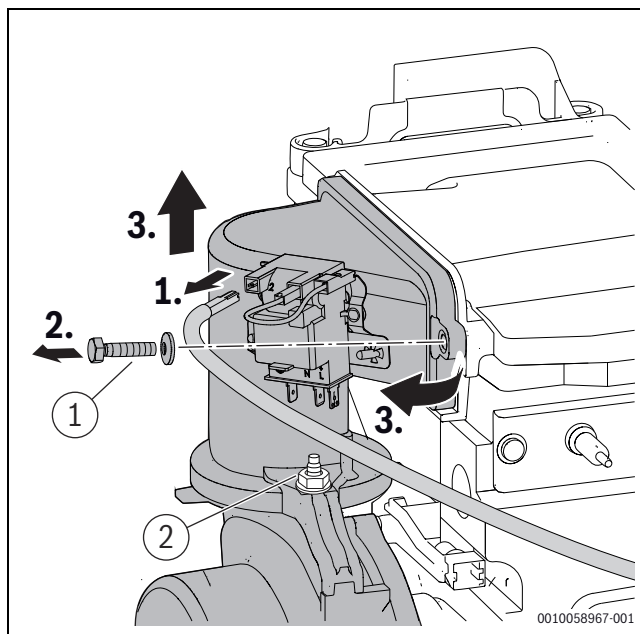

Bild 89 Mischeinrichtung und Gebläsebaugruppe ausbauen
- ▶ Schraube [1] und Mutter [2] (Bild 89) an der Mischeinrichtung mit 5,5+0,5 Nm festziehen.